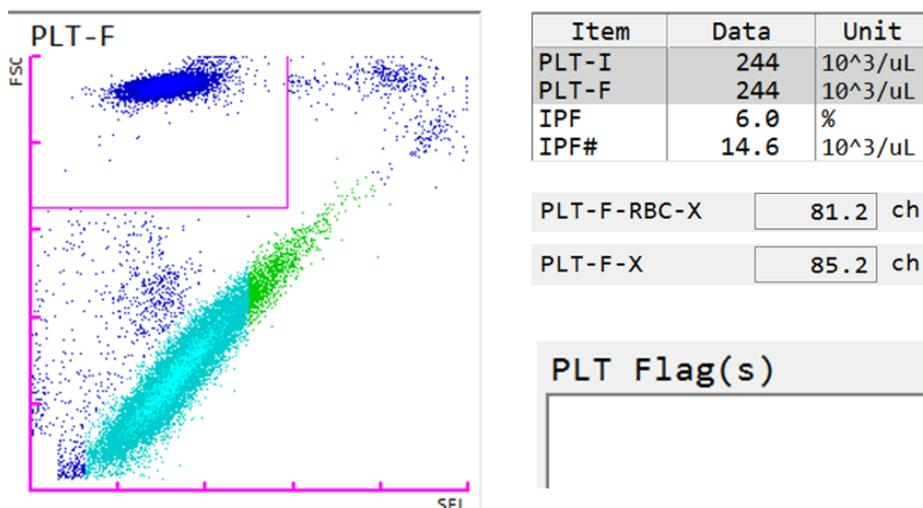

Abb. 1: Probe mit korrekter PLT-F-Klassifizierung und normaler Fluoreszenzintensität
- Analysieren Sie nach der Reagenzienauffüllung mindestens fünf menschliche Blutproben, und überprüfen Sie das PLT-F-Scattergramm auf Anomalien (siehe Abb. 1 und Abb. 2 oben), um sicherzustellen, dass das Reagenz korrekt aufgefüllt wurde.